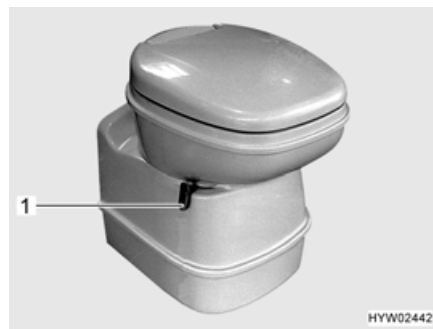
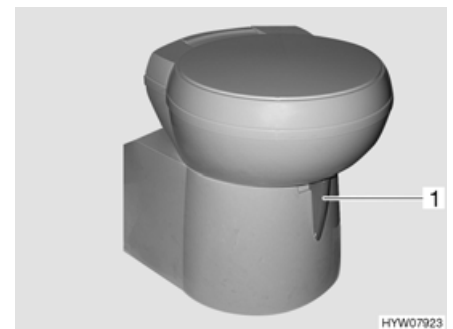

Bild 204 Thetford-toalettskål, svängbar
Bild 205 Thetford-toalettskål, svängbar (alternativ)
- Öppna spjället på Thetford-toaletten före spolning. Skjut för detta spjällspaken (Bild 204,1 resp. Bild 205,1) moturs.